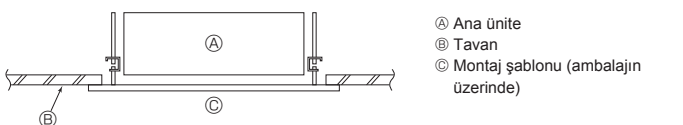

Fig. 3-8
3.7. Ana Ünitenin Konumunun Doğrulanması ve Askı Civatalarının Sıkılması (Fig. 3-8)